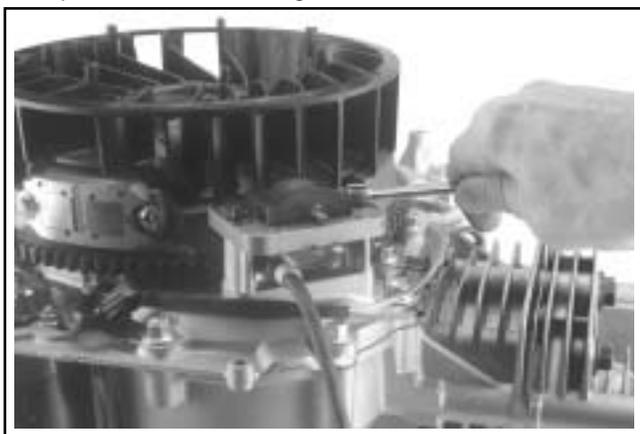

Figura 10-48. Installazione del modulo di accensione.
1. Ruotare il volano in modo che il magnete sia lontano dalle sporgenze del modulo di accensione. Utilizzando le viti esagonali, installare il modulo di accensione sulle sporgenze del carter con il terminale "generale" in alto. Allontanare il più possibile il modulo dal volano. Serrare le viti esagonali quanto basta per tenere il modulo in posizione. Vedere Figura 10-48.